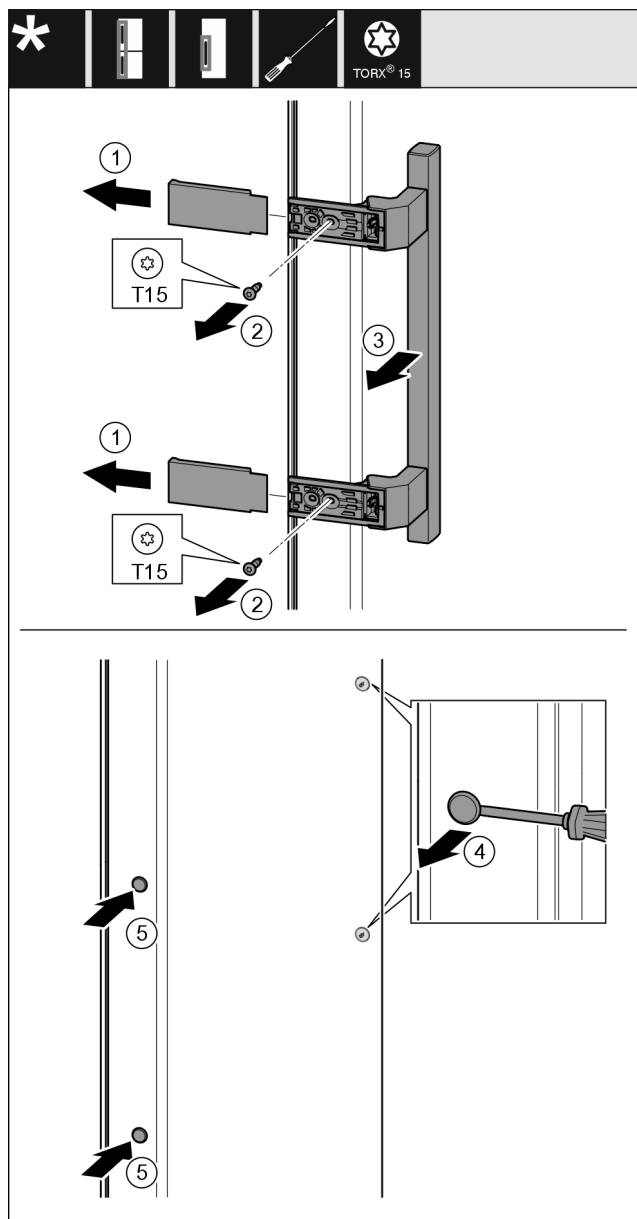

Fig. 24
- ▶ Nutraukite dengiamąją plokštelę Fig. 24 (1).
- ▶ Atsuktuvu išsukite varžtus Fig. 24 (2).
- ▶ Nuimkite rankeną Fig. 24 (3).
- ▶ Šoninį kamštį Fig. 24 (4) atsargiai pakelkite atsuktuvu ir jį ištraukite.
- ▶ Vėl įstatykite kamštį Fig. 24 (5) kitoje pusėje.